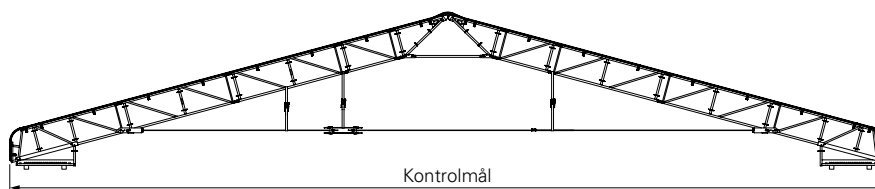

Fig. A7.06
- Kontrollér kontrolmålet og justér om nødvendigt. (Fig. A7.06)